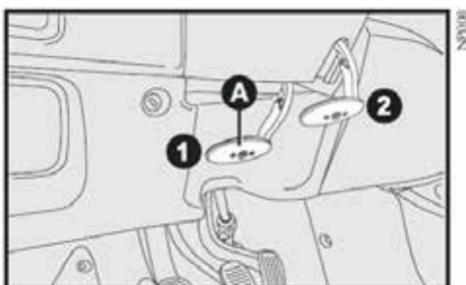

fig. 15
Volante - fig. 15
- 1) Desplace la palanca A-fig. 15 hasta la posición 2-fig. 15.
- 3) Vuelva a poner la palanca en la posición 1-fig. 15 para trabar nuevamente el volante.